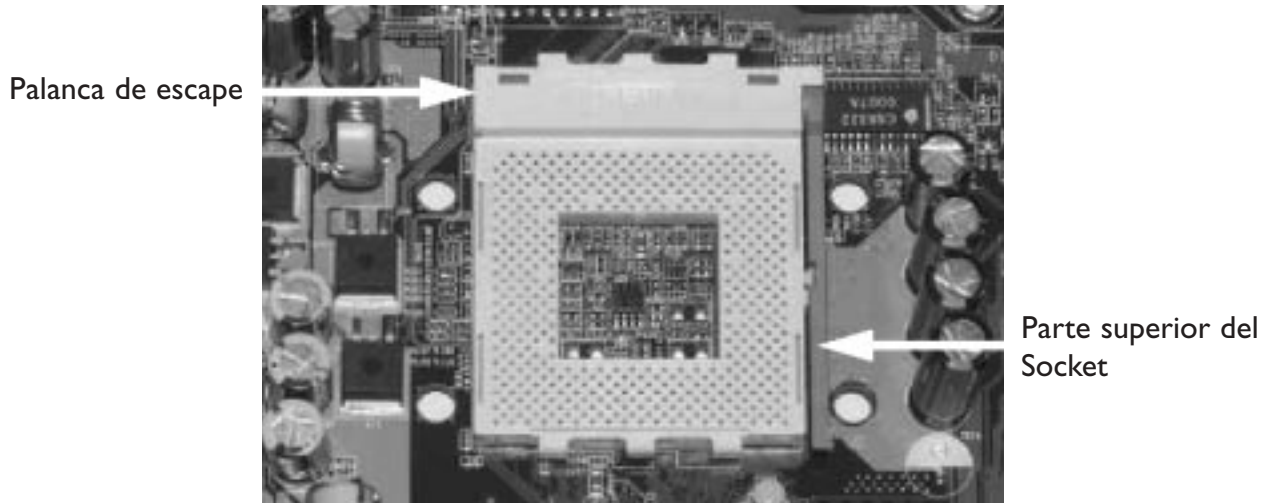

Figura 1. Socket del procesador con la palanca hacia abajo.
1. En la figura 1 se muestra el socket del procesador en una placa base. Observe que la palanca de escape situada en un extremo está hacia abajo, lo que permite fijar en su lugar el procesador. Antes de instalar el procesador, hay que levantar esta palanca, moviéndola en primer lugar hacia un lado para soltarla de la fijación y a continuación hay que levantarla del todo (90° aproximadamente).